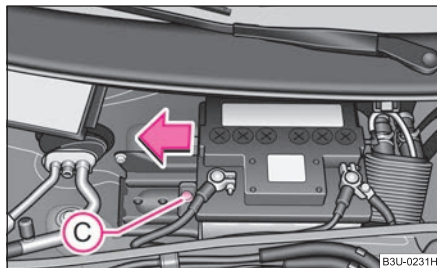

Abb. 181 Motorraum: Batterie
- Schrauben Sie die Schraube (C) ab ⇒ Abb. 181 und nehmen Sie die Sicherungsplatte heraus.